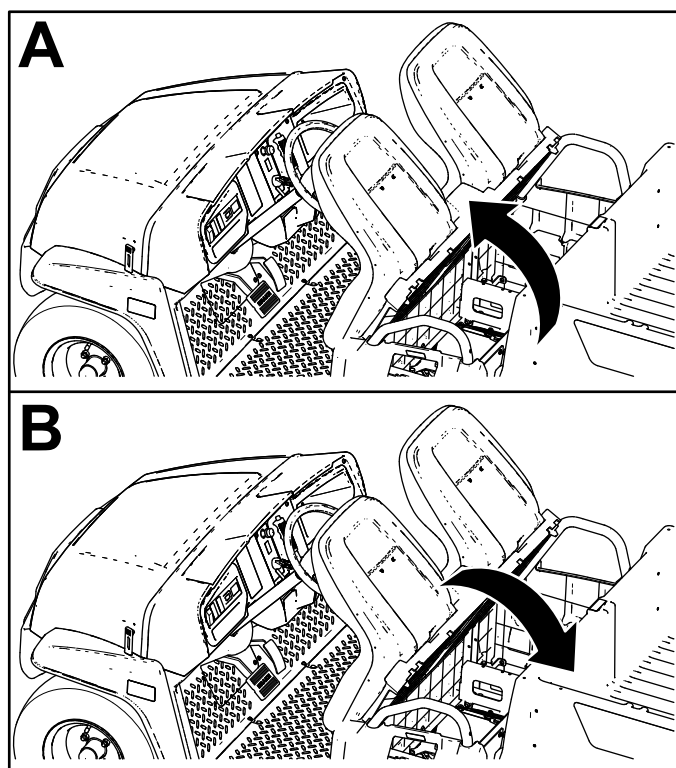

Bild 26
Schieben Sie den Sitz vorwärts, bis er am Lenkrad aufliegt, um ihn anzuheben (Bild 26).
Schieben Sie den Sitz rückwärts, bis er in der Ausgangsstellung ist, um ihn abzusenken (Bild 26).
1. Schieben Sie den Sitz vorwärts in die angehobene Stellung (**Bild 26**).